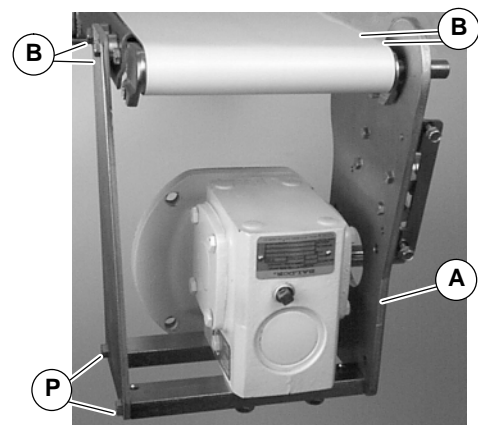

Abbildung 4
4a. Für 102 mm breite und breitere Förderbänder die Schrauben lösen (aber nicht abnehmen) (P siehe Abbildung 4). Obeninstallationsbaugruppe am Förderband (A) mit Schrauben (B) befestigen. Die Schrauben (B) und (P) mit 10,4 Nm festziehen.